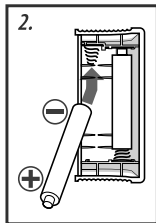

Рис.3
2. Установите два элемента питания типа "AA" в отсек. Убедитесь, что полярность соответствует обозначениям (+) и (-), приведенным внутри отсека (рис.3).